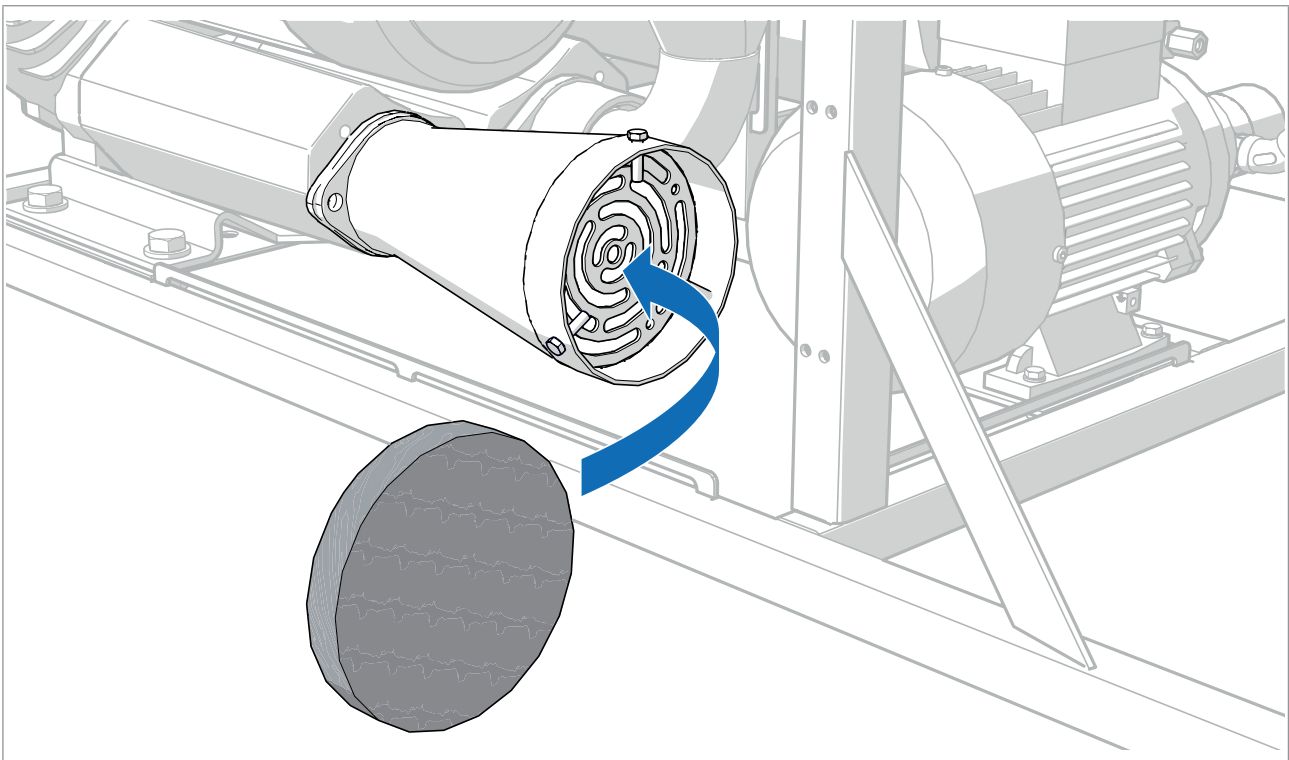

Abbildung 4 Sauberen Luftfilter einsetzen
4. Setzen Sie einen sauberen Luftfilter in den Luftfilterhalter ein (siehe Abbildung 4).